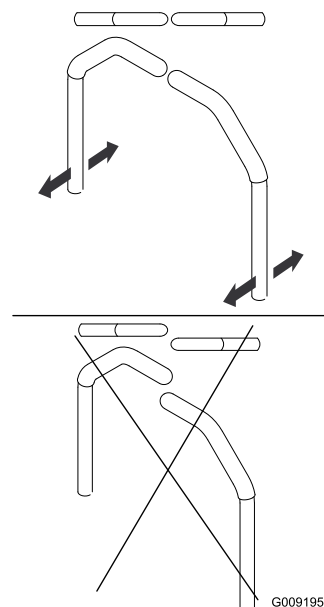

Figure 87
4. Réglez l'alignement avant/arrière des leviers en les plaçant tous deux à la position point mort, puis faites-les coulisser jusqu'à ce qu'ils soient alignés, et serrez les boulons (Figure 87).